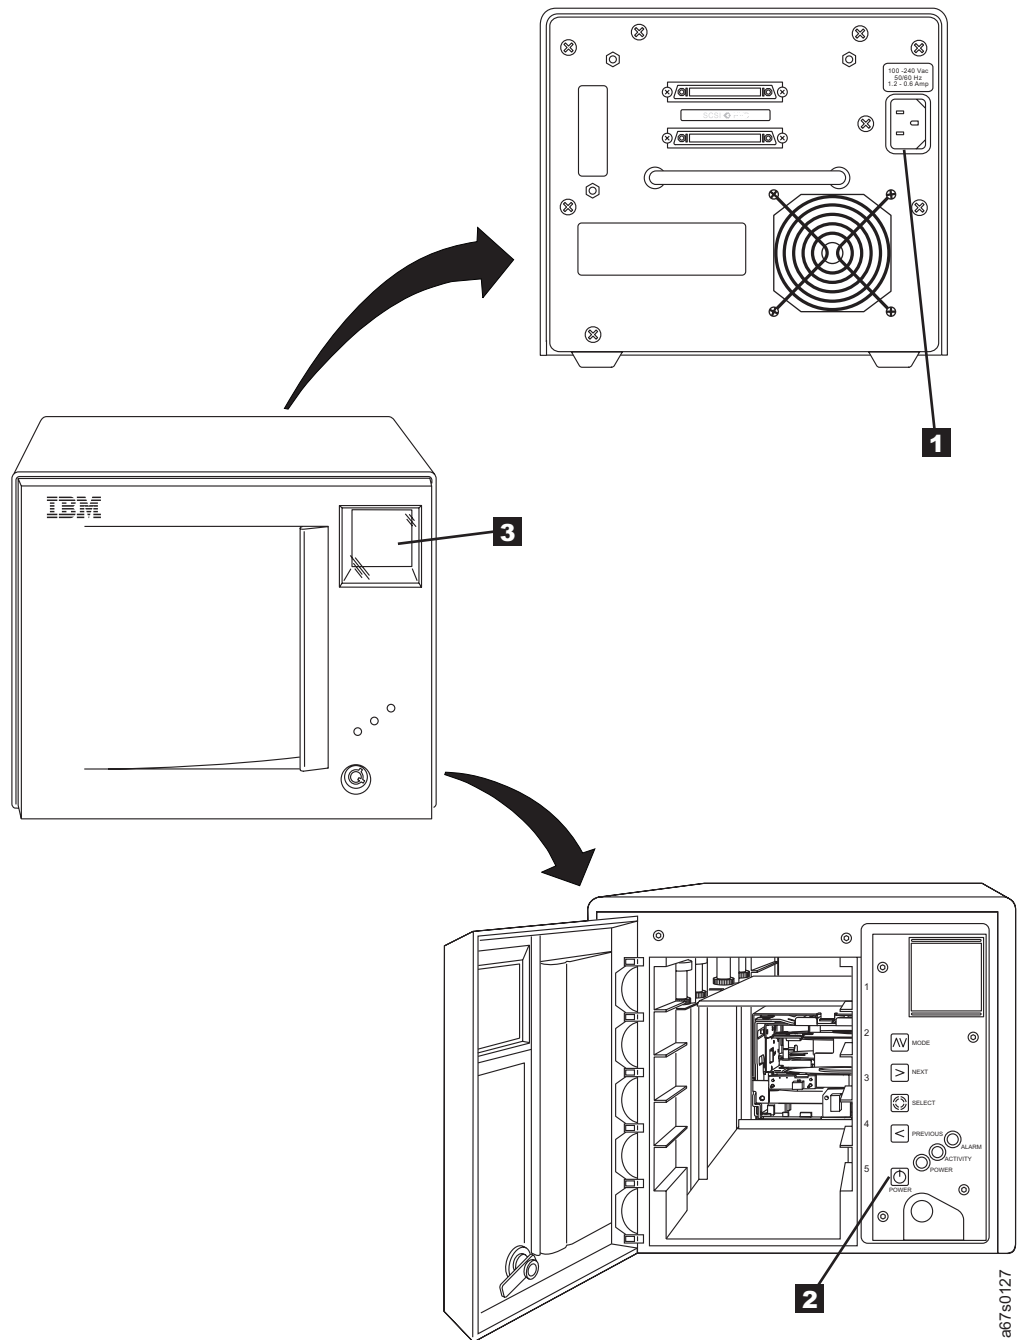

Abbildung 2. Bandkassetten-Autoloader IBM 3581 an die Stromversorgung anschließen
- ___ 2. Schließen Sie das eine Ende des Netzkabels an der Rückseite des Bandkassetten-Autoloaders IBM 3581 (siehe **1** in Abb. 2 auf Seite 8) und das andere Ende dann an eine geerdete Netzsteckdose an.
- ___ 3. Öffnen Sie die vordere Tür, und schalten Sie den Bandkassetten-Autoloader IBM 3581 ein, indem Sie die Taste POWER (**2** in Abb. 2 auf Seite 8) drücken. Hat der Autoloader den Selbsttest beim Einschalten (POST) für das Laufwerk und das Kassettenarchiv abgeschlossen, erscheint **LdR REAdY** in der Nachrichtenanzeige **3**. Tritt ein Fehler auf, erscheint **RObOT POST** oder **dRIVE POST**. Benötigen Sie Hilfe, rufen Sie die URL-Adresse <http://www.ibm.com/storage/lto> im Web auf, oder wenden Sie sich zwecks Fehlerbestimmung oder Austausch der Maschine an Ihre Verkaufsstelle.